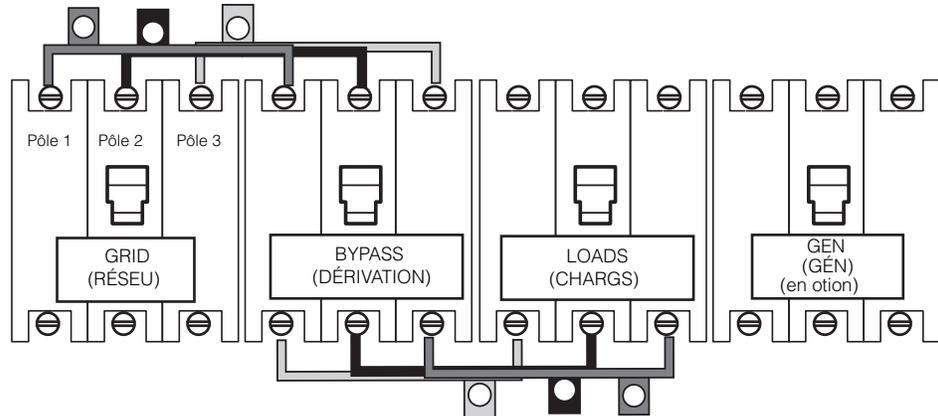

Figure 3-32 Installation du cavalier de distribution d'alimentation (triphasé)
3. Dans le PDP, fixez six cavaliers de distribution d'alimentation à deux languettes dans les emplacements de disjoncteur CA comme illustré à la Figure 3-32 à la page 3-64.